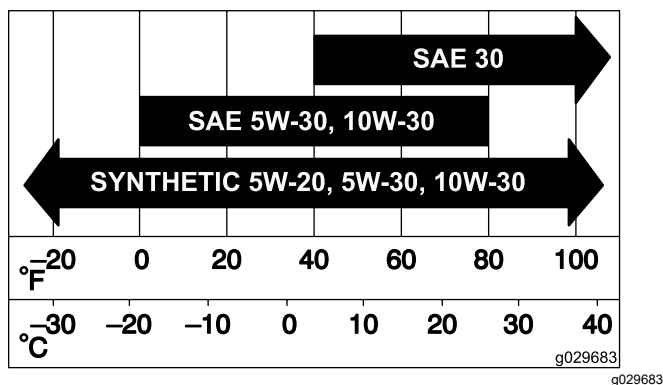

Figure 58
3. Ouvrez les dispositifs de verrouillage du filtre à air et détachez le couvercle du boîtier du filtre (Figure 58).
5. Sortez l'élément filtrant du boîtier du filtre avec précaution (Figure 58).
2. Introduisez le filtre dans son boîtier avec précaution (Figure 58).
3. Remettez en place et verrouillez le couvercle du filtre à air (Figure 58).